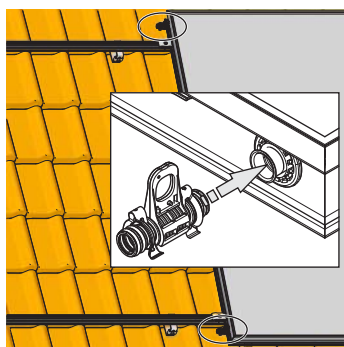
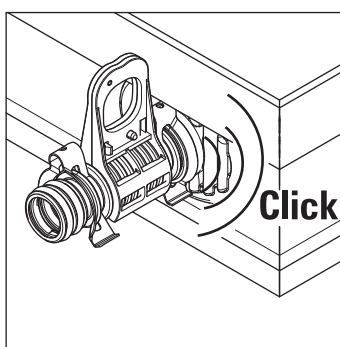

Fig. 3-27 Inserimento dei compensatori
Fig. 3-28 Bloccaggio dei compensatori
4. Inserire i compensatori nei tubi di collegamento dell'ultimo collettore piano montato fino all'innesto dei bloccaggi (fig. 3-27 + fig. 3-28).